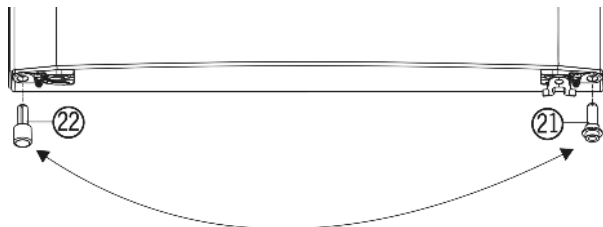

Fig. 5
- Ta avstandsstykket Fig. 5 (22) nede til venstre ut av døren.
- ▶ Sett avstandsstykket *Fig. 5 (22)* nede til høyre inn i døren igjen.